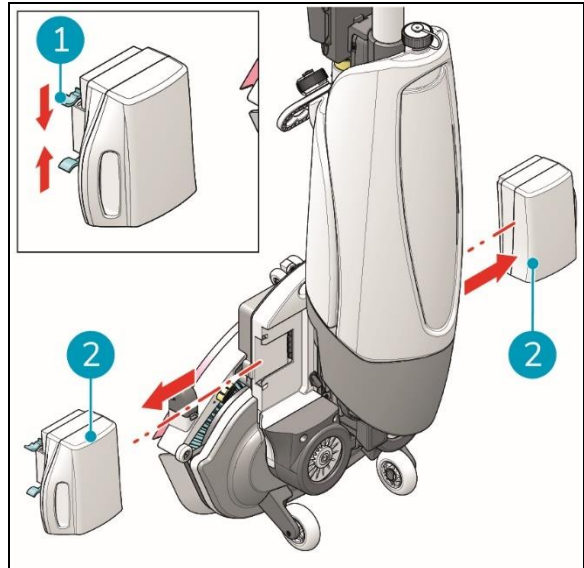

Figura 28
3. Mientras presiona ambos pasadores de plástico hacia dentro (Figura 28, pos. 1), tire de cada batería (Figura 28 posición 2).